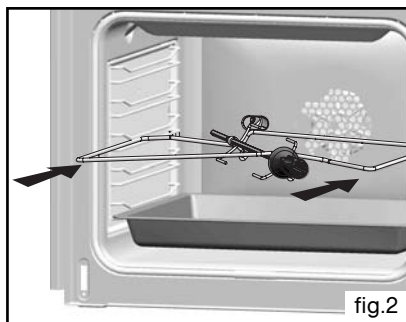

fig.2
• Plat multi usages (fig.2)
- placez la broche sur son berceau (fig.2).